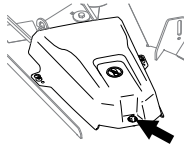

Figure 6
- Soulevez le côté du couvercle muni de la bague et retirez le couvercle (Figure 6).